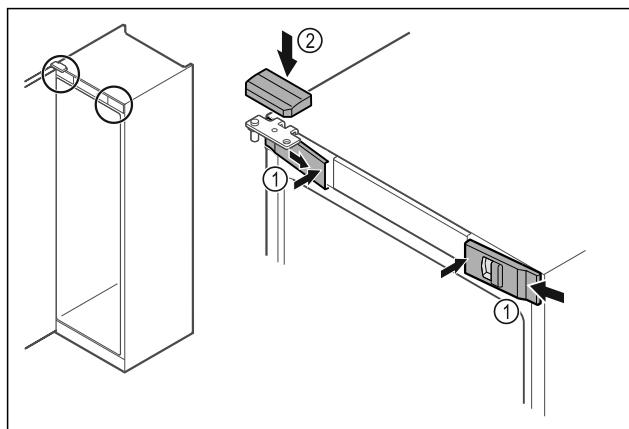

Fig. 53
► 从侧部挂入前盖板 Fig. 53 (1)并从内部将其卡紧。
► 从上方卡紧上盖板 Fig. 53 (2)。